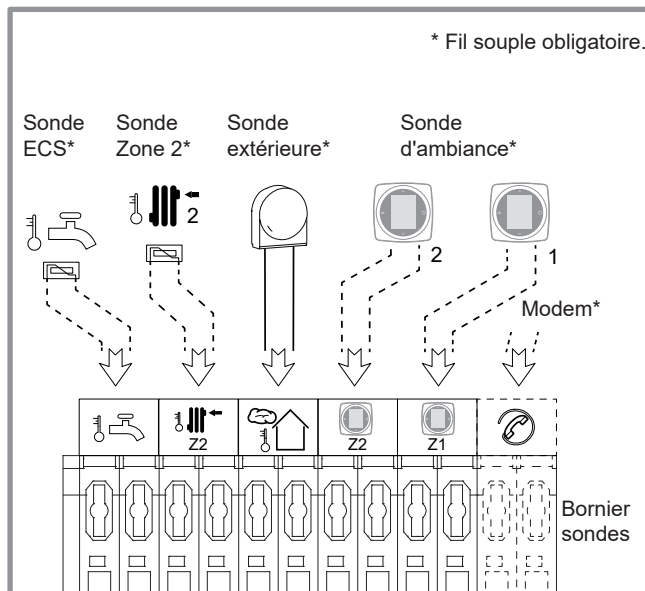

figure 34 - Raccordements sur le régulateur PAC (accessoires et options)
② Si la convention de comptage est : 230V pour chauffage et 0V pour ECS, raccorder l'appareil de comptage sur les bornes 17 (noir) et 18 (blanc) (figure 34).